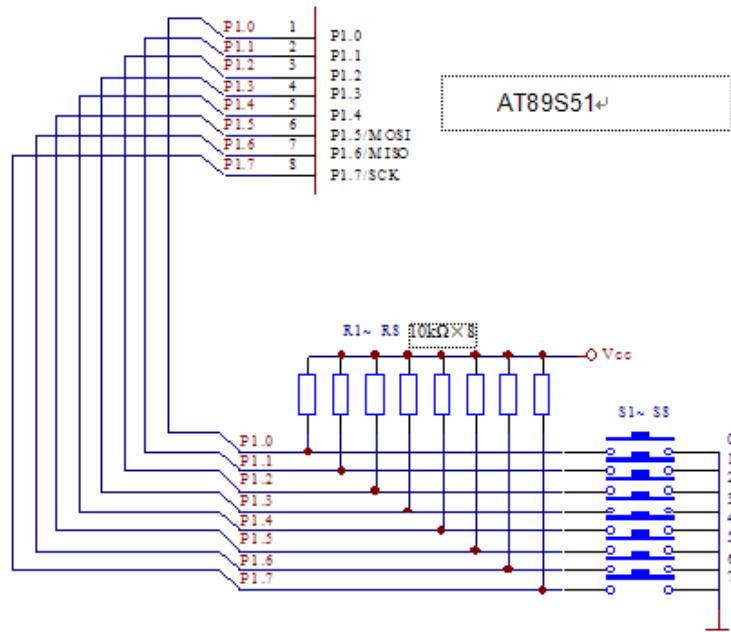

图 4-27 总线的等价画法
11. P100 页图 4-27 中间的“乘号”显示不全，应改为